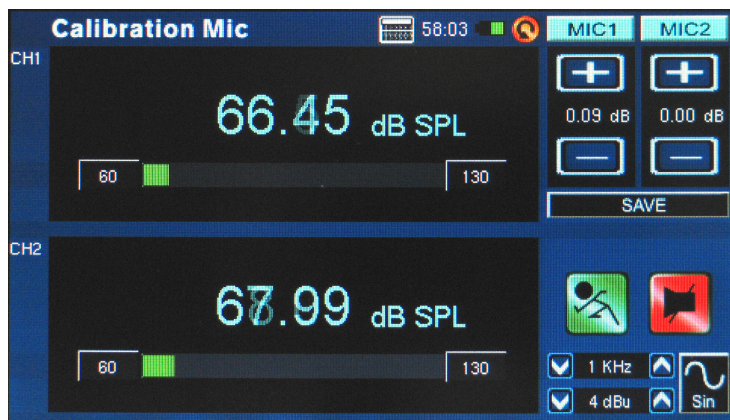

figura 70
- Ajuste el nivel medido del calibrador SPL presionando los botones “+” y “-“ hasta que el nivel sea igual al del calibrador del nivel de sonido (típicamente 94 dB). Presionando el botón “+” aumentará cada vez el valor en 0.1dB; presionando el botón “-“ disminuirá cada vez el valor por 0.1 dB (figura 70).